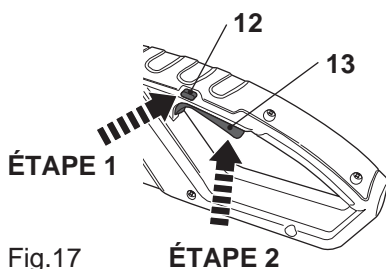

Fig.17
- > Appuyez sur le bouton de déverrouillage [12] et maintenez-le enfoncé (Fig.17, ÉTAPE 1).
- > Appuyez sur le bouton marche/arrêt [13] pour allumer l'appareil (Fig.17, ÉTAPE 2). Vous pouvez maintenant relâcher les boutons de déverrouillage [12].